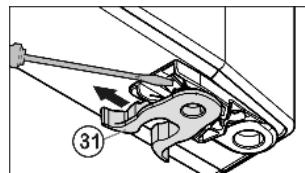

Fig. 10
- переставити Fig. 10 (31) пружинний затискач: Натиснути язичок защіпки вниз, зняти з нього пружинний затискач.